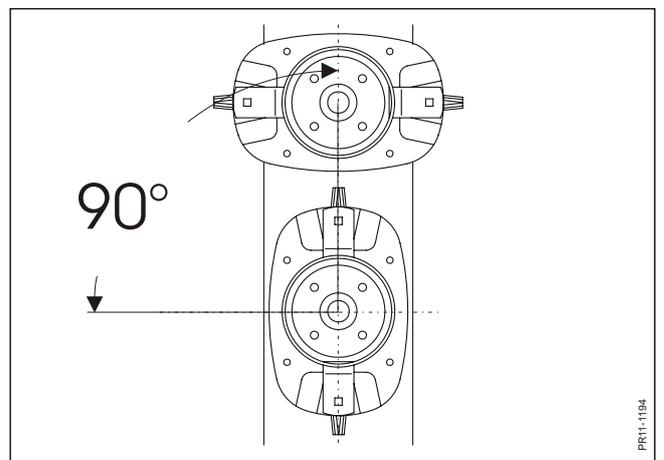

Fig. 5-11
- Fig. 5-11 Si les disques ont été démontés, ils doivent être remontés, décalés de 90° par rapport au disque précédent.